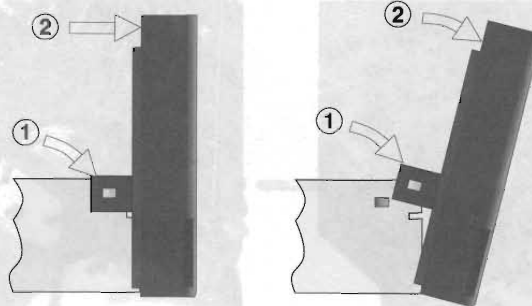

Fig. 5
- Rasten Sie die beiden Laschen (1) links und rechts der Frontblende aus (Fig. 5).
- Ziehen Sie die Frontblende mit den Laufwerken vorsichtig nach vorne (2) ab (Fig. 5).
- Disengage the two lugs (1) on the left and right of the front panel (Fig. 5).
- Pull the front panel with the drive mechanisms carefully towards the front (2) (Fig. 5).